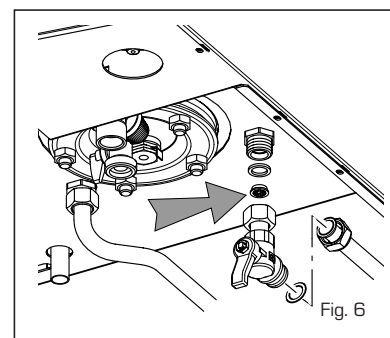

Fig. 6
2.6 REGULADOR DE CAUDAL (fig. 6)